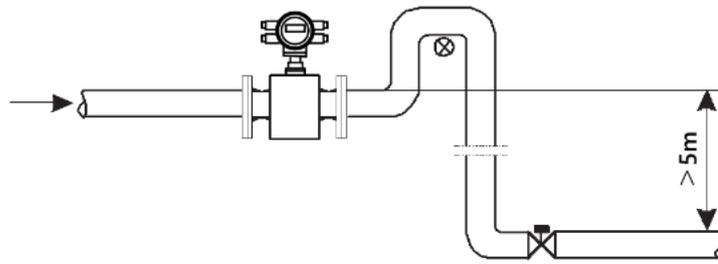

图 18
7. 对管道落差超过 5 米的地方，应在电磁流量计下游安装空气阀，如图 18